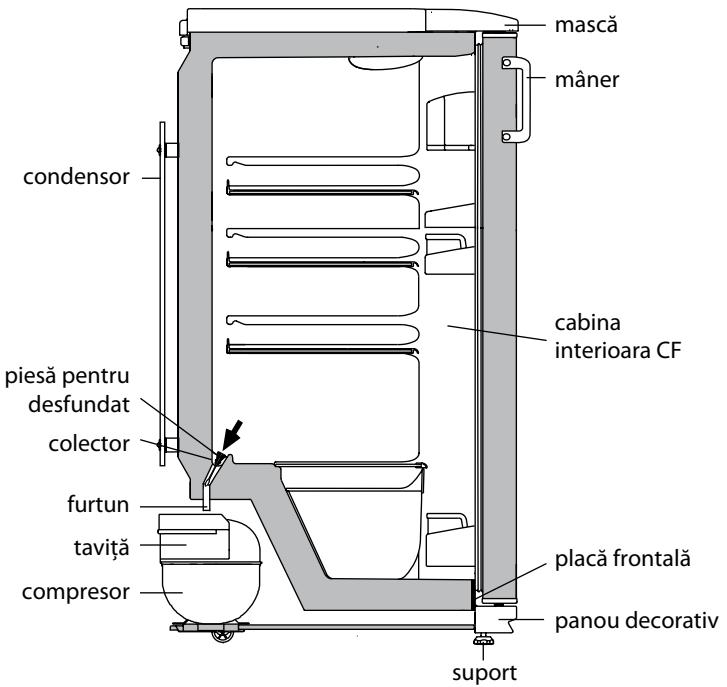

Figura 4 – Schema de scurgere a apei topite CF
2.2.1 In CF este utilizeaza un sistem automat de decongelare. Bruma, care aparea pe peretele din spate a CF, dupa oprirea compresorului ce lucra ciclic, se topeste si se transforma in picaturi de apa. Picaturile de apa topita se scurg in tava, prin gaura – in conducta de ramificatie si intra in vasul compresorului in conformitate cu figura 4 si se evapora. In tava este instalata o perie, conceputa pentru a elimina colmatarea sistemului de scurgere.
2.2.2 Este necesar in mod regulat (cel putin o data in 3 luni) sa fie verificat curatenia tavii si sa verificat absenta apei in tava. Prezena apei in tava indica infundarea a sistemului de drenaj. Pentru a elibera blocajul, curatati gaura din tava cu o perie, astfel ca apa fara obstacol sa scurga in vas, spalati peria si instalati-o in conformitate cu figura 4.
SE INTERZICE utilatia frigiderului cu un sistem de drenare infundat. Apa, care a aparut in partea de jos a CF sau ce a aparut in locul de contact cu placa frontală a cabinei interioare a CF, in conformitate cu figura 4 poate cauza corodarea cabinei exterioare a frigiderului, poate afecta izolatia termica, poate duce la formarea fisurilor cabinei interioare a frigiderului si defectarea frigiderului.